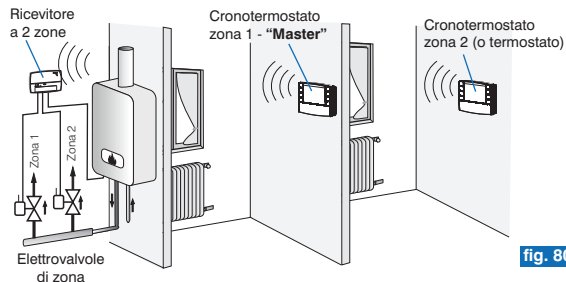

fig. 80
- Cronotermostato Master in impianto a 2 zone (esempio in fig. 80).